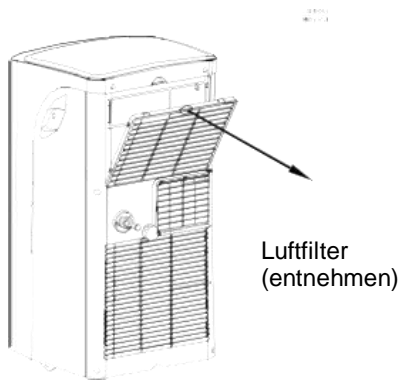

Abb. 24
Nehmen Sie den Luftfilter entlang der Pfeilrichtung heraus (Abb.24).
- Entfernen Sie den Stopfen vom Bodenablauf und lassen sämtliches Wasser aus der unteren Schale ablaufen (siehe Abb.24).